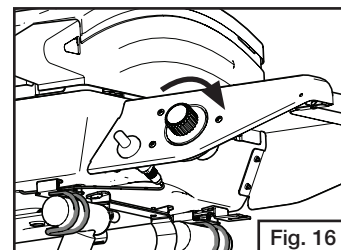

Fig. 16
- Antes de conectar el cilindro de propano, asegúrese de que la válvula reguladora esté cerrada. (Fig. 16)